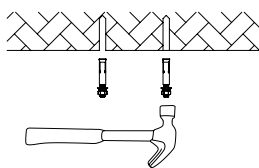

Fig. 2-1
2. Use a hammer to put the expansion screws into the holes (Figure 2-1).
2. Utilisez un marteau pour enfoncer les vis à expansion dans les trous (figure 2-1).